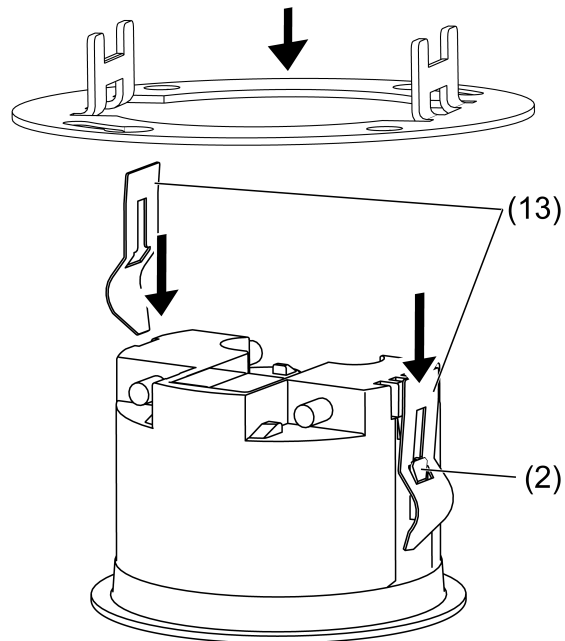

Bild 9
- Klemmfedern (13) lagerichtig von hinten auf die Führungen (2) schieben, bis sie einrasten (Bild 9).